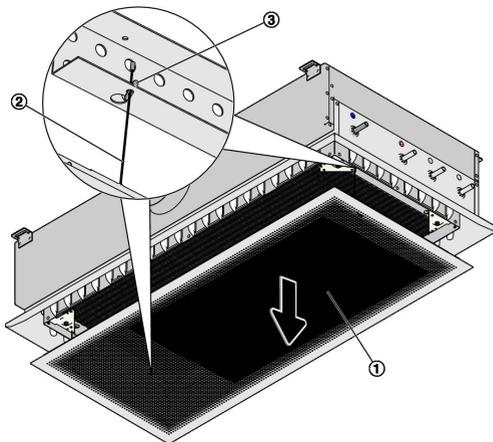

Abb. 10: Induktionsgitter lösen
1. ▶ Zum Öffnen des Induktionsgitters (Abb. 10/1), das Gitter nach unten ziehen. Um das Gitter vollständig abzunehmen, können die Fangseile (Abb. 10/2) durch die Sicherungsbleche (Abb. 10/3) gelöst werden.